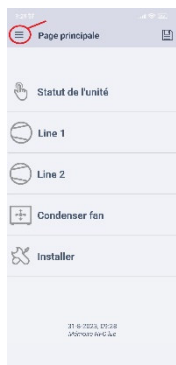

Fig.11
- Sur la page principale ouvrir « » (Fig. 11) puis « Liste paramètre » (Fig. 12)